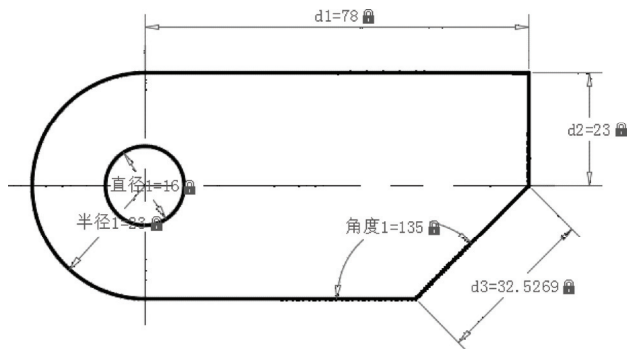

图 11-31 创建角度标注约束
8) 创建角度标注约束。单击“角度标注约束”按钮，分别选择两条直线并指定尺寸线位置，直接按〈Enter〉键接受默认标注表达式（值），从而完成图 11-31 所示的角度标注约束。